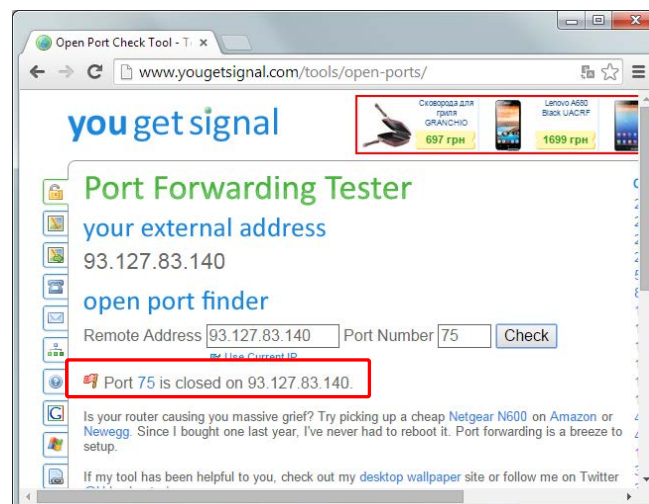

Рисунок 8.9 - Сетевой порт не доступен
11. Если при проверке Вы получили следующее сообщение, рисунок 8.9. Вам необходимо обратиться к Вашему системному администратору или к провайдеру, для того чтобы Вам открыли сетевой порт.